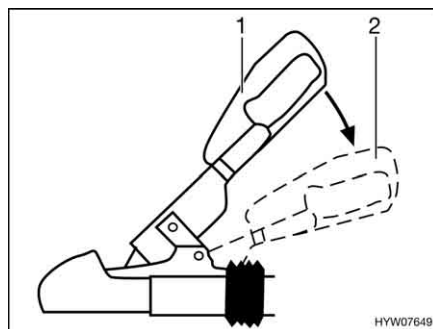

Fig. 176 Maniglia di stabilizzazione
- Attivare il dispositivo di stabilizzazione. A tal fine, premere la maniglia del gancio dalla posizione chiusa (Fig. 176,1) verso il basso (Fig. 176,2) fino all'arresto.